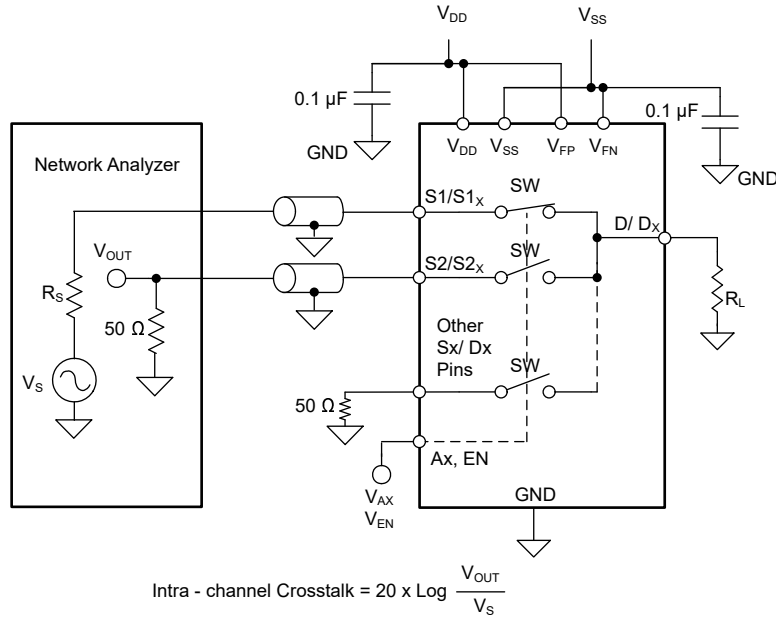

图 8-15. 通道内串扰测量设置
1. 通道内串扰 ($X_{TALK(INTRA)}$)：图 8-15 展示了当信号施加在同一通道中导通开关输入的源极引脚时，关断开关输入的源极引脚 (S_x) 上的电压。